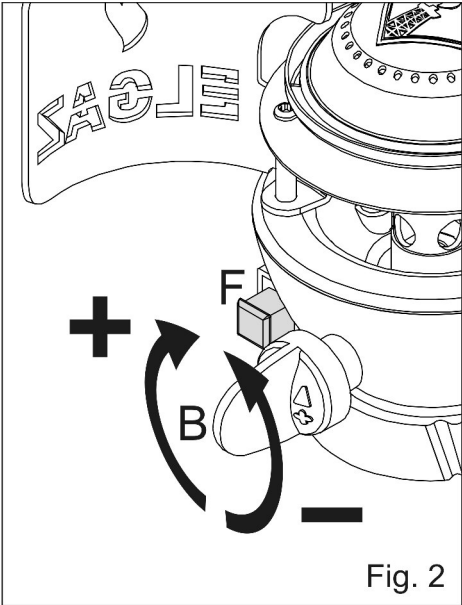

Fig. 2
- 3.2 Ensure that the appliance control handle (B) is turned off (turned fully clockwise) (fig. 2).
- 4.2 To light the appliance, turn the control handle (fig. 2) slowly anti-clockwise (in the direction of the "+" arrow), and light the burner by pressing the piezo ignition (F). If the appliance do not light up try again by pressing the piezo ignition.
- 4.4 Adjust the size of the flame by turning the control handle (fig. 2). To increase the size of the flame, turn the control handle (B) in the direction of the "+" arrow (anti-clockwise). To decrease the size of the flame or to turn the appliance off, turn the control handle(B) in the direction of the "-" arrow (clockwise) (fig. 2).
- Versichern Sie sich, dass der Flüssiggas- Durchflussregler (B) geschlossen ist (bis zum Anschlag nach rechts drehen) (Abb. 2).
- Um das Gerät einzuschalten, drehen Sie den Durchflussregler (B) langsam nach links (in Richtung des "+"-Pfeils) (Abb.2) und zünden Sie den Brenner an, indem Sie den Zünd- Druckknopf (F) betätigen. Wenn das Entzünden nicht erfolgreich war, betätigen Sie den Zünd- Druckknopf (F) erneut.
- Nach dem Entzünden darf das Gerät nicht unnötig transportiert werden, da bei einem Transport Unregelmäßigkeiten in der Flüssiggasversorgung und Verbrennung auftreten können, was in großen gelben Flammen sichtbar wird. In diesem Fall schließen Sie die Flüssiggaszufuhr mit dem Durchflussregler (B).
- Stellen Sie die Größe der Flamme mit dem Durchflussregler (B) ein (Abb.2). Zum Vergrößern der Flamme drehen Sie den Regler in Richtung des "+"-Pfeils (nach links). Zum Verkleinern der Flamme oder um das Gerät auszuschalten drehen Sie den Regler in Richtung des "-"-Pfeils (nach rechts) (Abb. 2).
- Nach dem Gebrauch versichern Sie sich, dass der Durchflussregler (B) ganz zu ist und das Gerät genügend abgekühlt ist, um verstaubt zu werden.
- Kontrollieren Sie immer den Dichtungsflansch (A), bevor Sie eine neue Flüssiggasflasche am Gerät anschließen. Er muss korrekt sitzen und in einwandfreiem Zustand sein. Wenn der Flansch beschädigt oder nicht in einwandfreiem Zustand ist darf keine Flüssiggasflasche am Gerät angeschlossen werden. Im Zweifelsfall ersetzen Sie den Flansch vor dem Gebrauch.
- Ersetzen Sie den Dichtungsflansch (A), indem sie ihn mit einem spitzen Werkzeug aus der inneren Rille des Reglers entfernen. Passen Sie dabei auf, die Innenflächen der Rille nicht zu beschädigen.